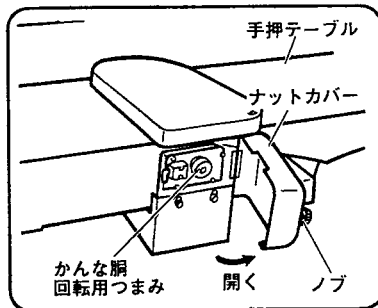

図 19
(2) 手押部のナットカバーのノブをゆるめナットカバーを開きます。(図 19)
(1) 手押かな部のかんな胴回転用つまみ(図 19 参照)をまわし自動かな部の裏刃部が上になる位置にします。